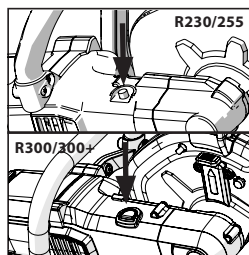

FIG. 2
- Presione el bloqueo del eje para bloquear el eje de la máquina. **(Fig. 2)**